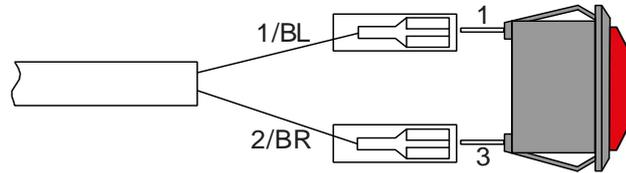

Figure 26 : Raccordement du témoin
- Dans la cabine de conduite, montez le témoin **PALFINGER** qui indique lorsque le hayon élévateur n'est pas en position de déplacement (réf. 2067902, modèle de trou similaire à celui de l'appareil de contrôle, raccordement selon le schéma de connexion, voir aussi Figure 26).